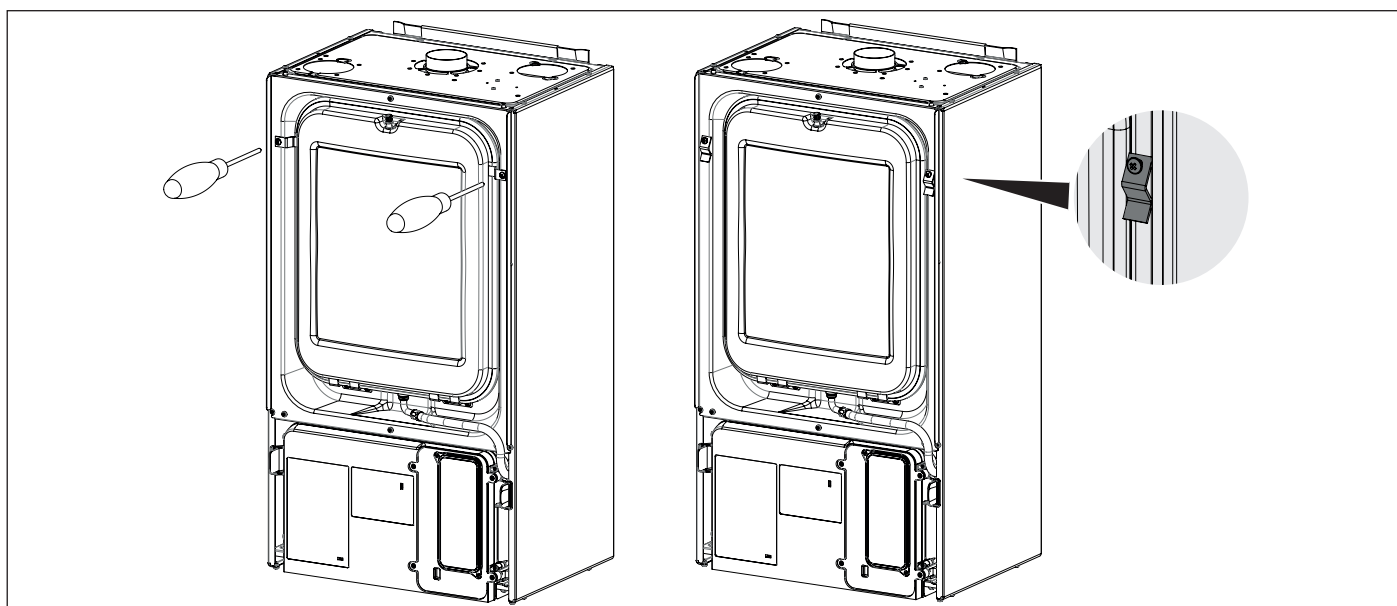
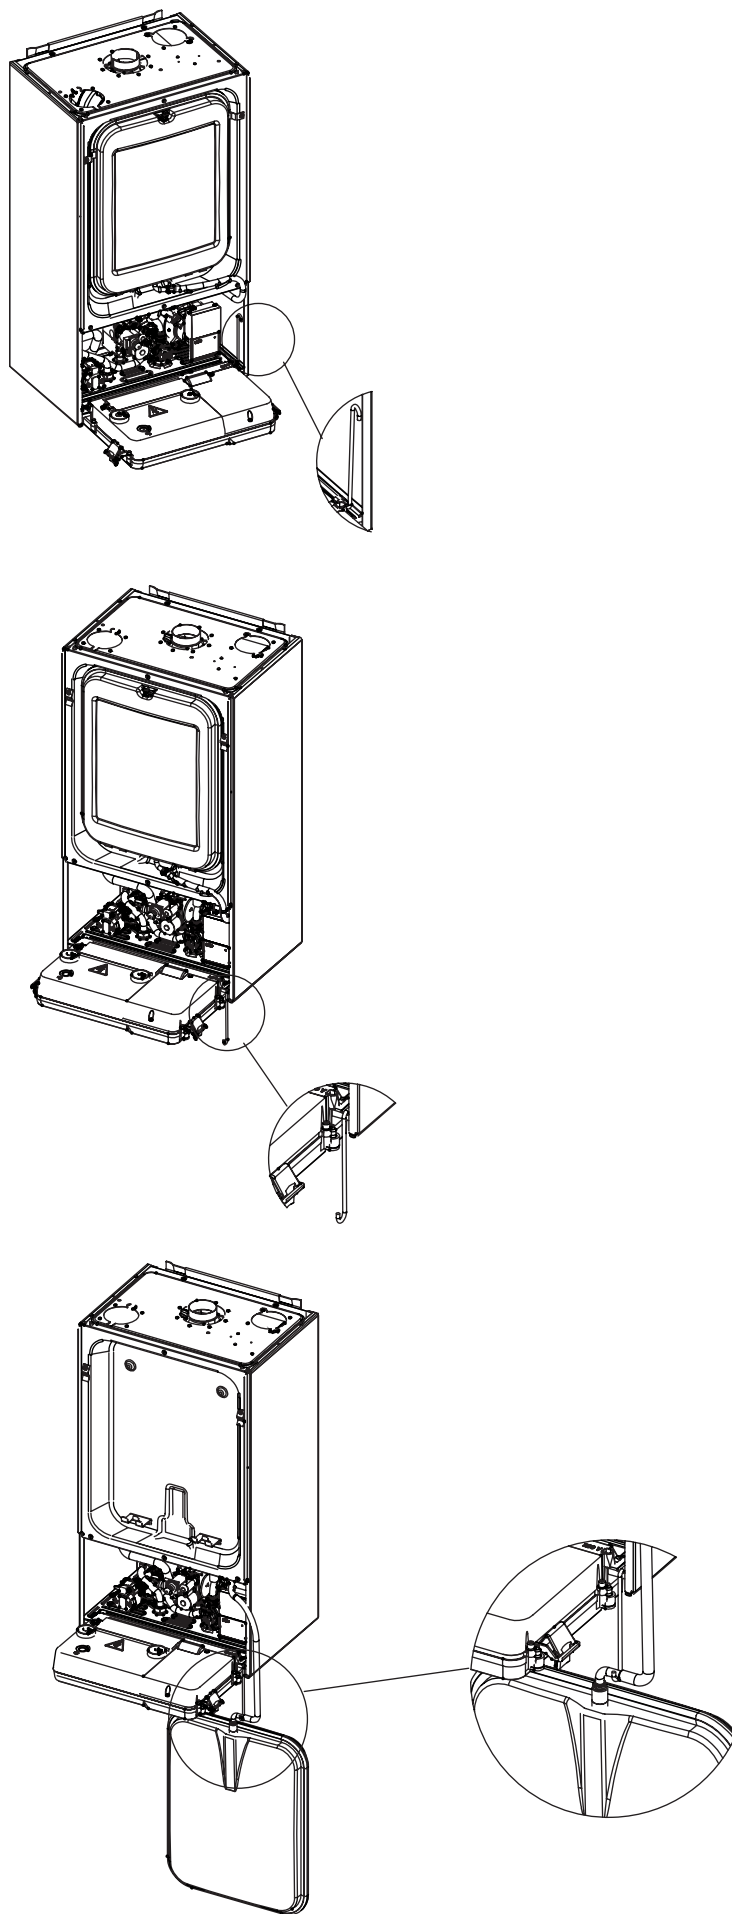

Fig. 21 Smontaggio staffe blocca vaso d'espansione
Fig. 22 Staffa porta vaso d'espansione
- Rimuovere il pannello frontale della camera di combustione, spostando il vaso d'espansione (vedi Fig. 21 Smontaggio staffe blocca vaso d'espansione e Fig. 22 Staffa porta vaso d'espansione).